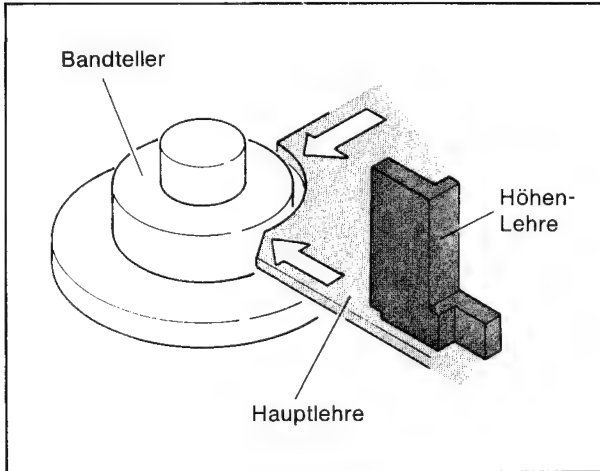

Bild 2-16
2. Mit der Höhenlehre an zwei Punkten überprüfen, ob die Höhe der Wickelteller zwischen den Aussparungen A und B liegt. Siehe Bild 2-16 und 2-17.